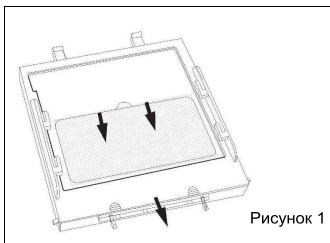
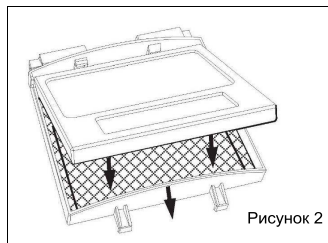

Рисунок 1
Рисунок 2
**Замена внешнего защитного стекла:** Снимите держатель фильтра, сдвинув крепления к центру (смотрите Рисунок 1) и поднимите держатель фильтра, чтобы заменить внешнее защитное стекло.
**Замена светофильтра:** Снимите держатель фильтра с корпуса маски (смотрите Рисунок 1). Затем согните верхний край держателя фильтра, чтобы можно было вытащить светофильтр из рамки. Установите в рамку новый светофильтр (смотрите Рисунок 2). Убедитесь, что светофильтр правильно установлен в держатель, как показано на рисунке и поставьте держатель фильтра в корпус маски.